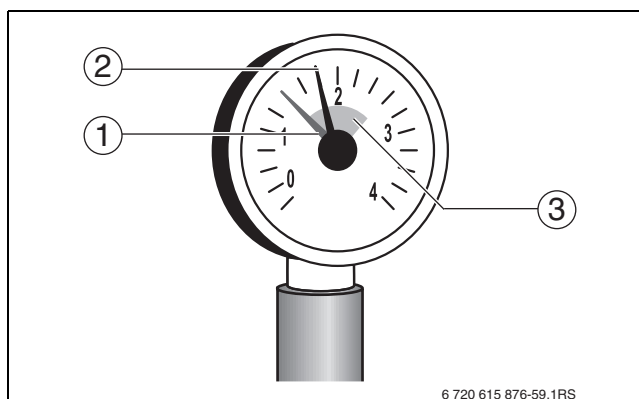

Fig. 5 Manomètre pour installations fermées
- ▶ Si la pression diminue après la purge (voir position de l'aiguille rouge du manomètre → fig. 5, page 14), rajouter de l'eau.